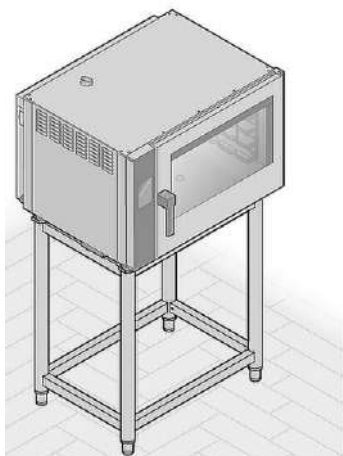

Abb. 7
- einem entsprechenden Zubehörteil (Abb. 7);